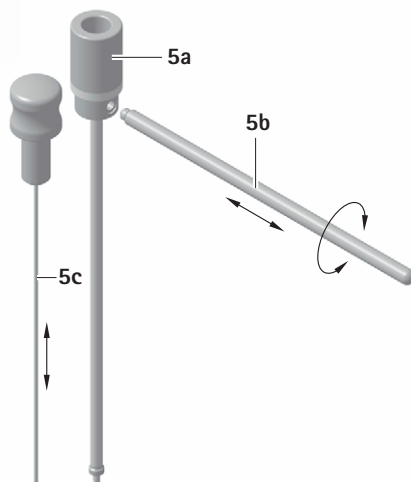

Рис. 1
- ▶ Вставьте толкатель 5c в конечную трубку 5a, см. Рис. 1.